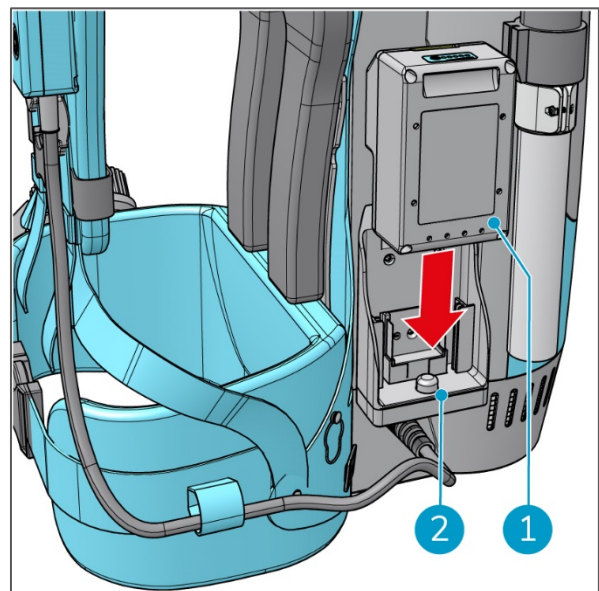

Figure 12
1. Insérez la batterie (Figure 12, pos. 1) dans la fente (Figure 12, pos. 2) jusqu'à entendre un « clic ». La batterie est maintenant fixée. Répétez cette opération pour la deuxième batterie.